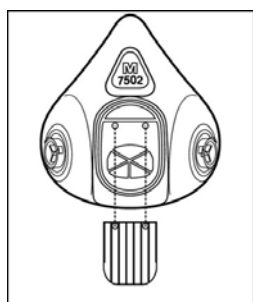

图 17
3. 检查所有塑性部件和垫圈是否破裂或老化，必要时应更换。取下呼气阀盖，检查呼气阀和底座是否脏污、扭曲、破裂和撕裂。必要时更换呼气阀。使用前盖紧呼气阀盖 (参见图 17)。
1. 将 3M™ 7581 阀盖及头带装置从面罩上拉下（参见图 17）。